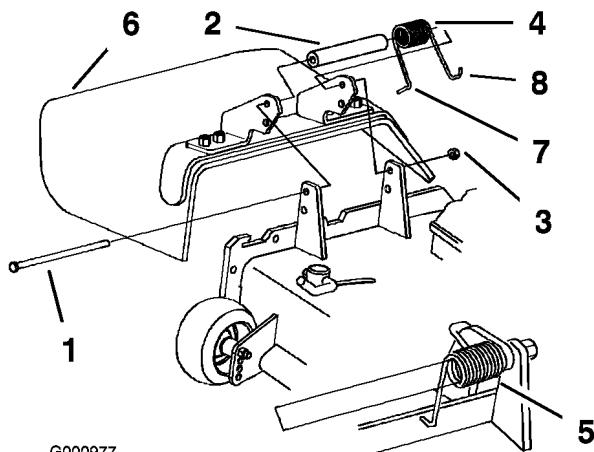

Figura 69
1. Retire la contratuerca, el perno, el muelle y el espaciador que sujetan el deflector a los soportes de pivotе (Figura 69). Retire el deflector de hierba dañado o desgastado.
2. Coloque el espaciador y el muelle en el deflector de hierba. Coloque el extremo en L del muelle detrás del reborde de la plataforma. **Nota:** Asegúrese de colocar el extremo en L del muelle detrás del reborde de la plataforma antes de instalar el perno, según muestra Figura 69.
3. Instale el perno y la tuerca. Coloque el extremo en J del muelle alrededor del deflector de hierba (Figura 69).